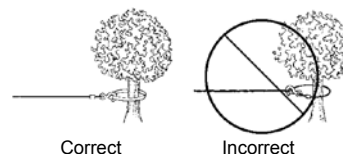

Figure 4
9. NE FIXEZ JAMAIS LE CROCHET SUR LE CÂBLE MÉTALLIQUE, ce qui pourrait endommager ce dernier. Utilisez une sangle de nylon (Figure 4).